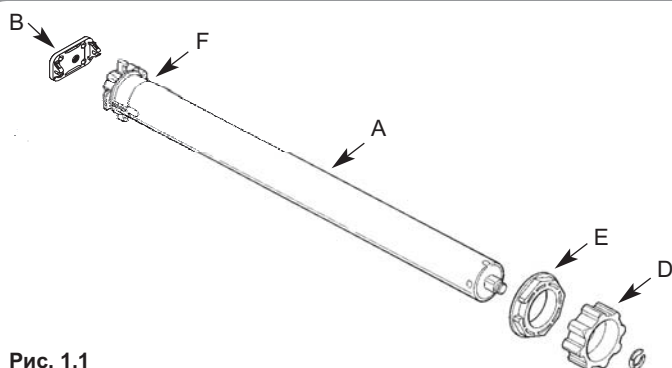
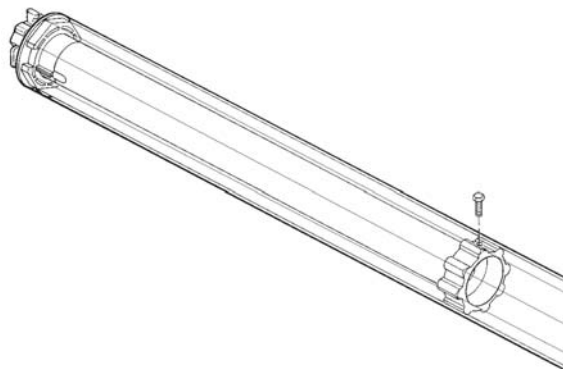

Рис. 1.1
Рис. 1.3
3. Вставьте собранный электродвигатель в октогональный вал таким образом, чтобы кольцо конечного положения (E) полностью вошло в вал. Прикрепите адаптер (D) к валу при помощи винта M4x10, чтобы избежать возможного скольжения или осевого смещения электродвигателя (рис. 1.3). Закрепите оголовки двигателя на креплении (B) (рис. 1.1).